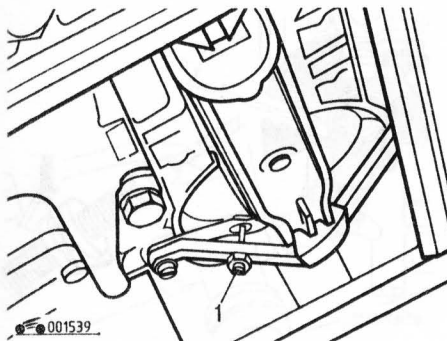

Рис. 4.71. Система впрыска KE-Motronic: 1 – винт регулировки положения пластины измерителя расхода воздуха
10. Отрегулируйте положение пластины с помощью винта 1 (рис. 4.71).